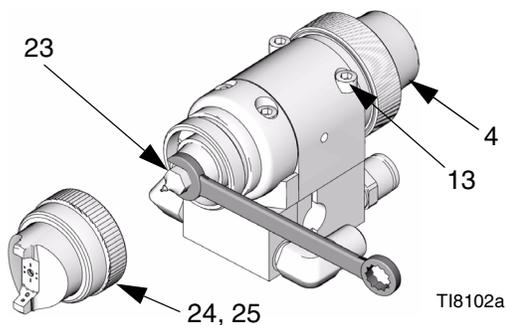

FIG. 19
2. Desenrosque los cuatro tornillos (13) y desmonte la pistola del colector.
3. Retire el retén del casquillo de aire (25) y el casquillo de aire (24). Vea FIG. 19.